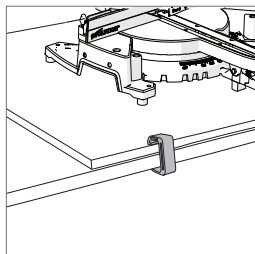

Fig. 2
- Utiliser les pinces G pour la fixation de la plaque de montage sur la surface de travail. **(Fig. 2)**